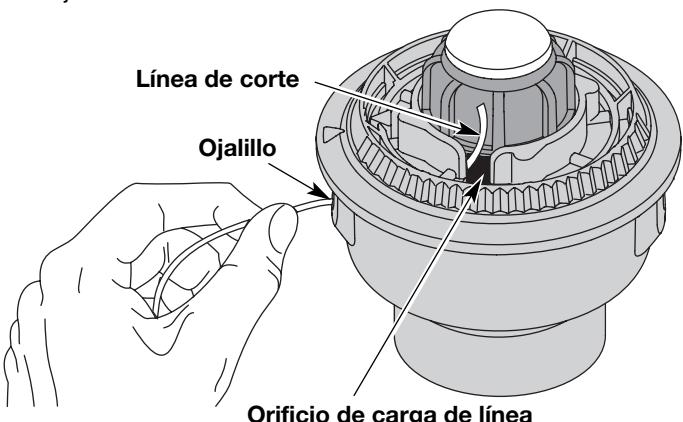

Fig. 18
3. Saque la línea vieja por los orificios de carga y de cierre de línea (Fig. 18 y 19).
del orificio de carga del carrete interior (Fig. 18). No doble la línea al insertarla en el ojalillo.